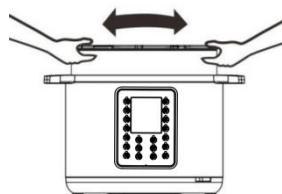

Figura 14
Assicurarsi che il recipiente interno dove è posizionata la piastra riscaldante (14), sia pulito e asciutto prima di inserire la pentola interna (6) nella pentola a pressione e livellare la pentola in modo tale da ottenere il contatto ottimale tra la pentola interna e la piastra riscaldante (14) (Figura 14)
NOTA: Non è possibile impostare la valvola di limitazione di pressione sulla posizione "Venting" ("Scaricare") immediatamente dopo la cottura, se si usano le funzioni come purea o minestra. È IMPORTANTE che la valvola di sicurezza (5) scenda prima che cercherete aprire il coperchio (Figura 14).